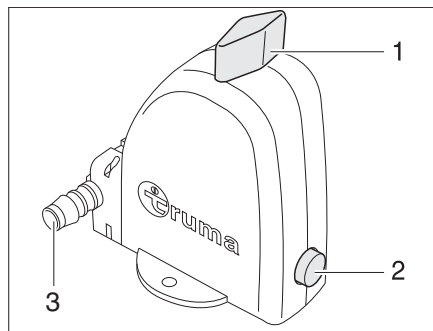

Bild 228 Sicherheits-/Ablassventil des Boilers - Stellung Betrieb
Der Boiler ist mit einem Sicherheits-/Ablassventil (Bild 228) ausgestattet. Das Sicherheits-/Ablassventil verhindert, dass das Wasser im Boiler einfriert, wenn bei Frost die Heizung nicht eingeschaltet ist.
- ▷ Der Entleerungsstutzen (Bild 228,3) des Sicherheits-/Ablassventils muss immer frei von Verschmutzungen (z. B. Laub, Eis) sein.
- Kontrollieren, ob der Drehschalter (Bild 228,1) in Stellung "Betrieb" steht und eingerastet ist.
- Druckknopf (Bild 228,2) betätigen, das Ablassventil ist geschlossen.
- Drehschalter (Bild 228,1) um 180° bis zum Einrasten drehen. Der Druckknopf (Bild 228,2) springt heraus. Der Boiler wird über den Entleerungsstutzen (Bild 228,3) nach außen entleert.